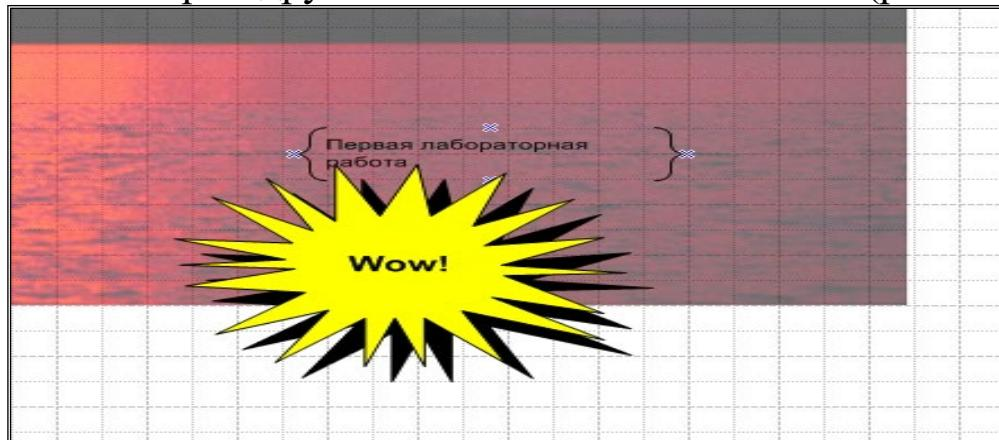

Рис. 58. Добавление шейпов Callouts (Выноски)
14. Добавьте комментарии в документ, используя шейпы **Callouts** (Выноски). На стандартной панели инструментов щелкните на кнопке , выберите пункт **Visio Extras** (Дополнения), далее выберите - **Callouts** (Выноски). Visio откроет трафарет Callouts, содержащий фигуры для аннотаций. Выбрать шейп “**Braces with text**”, перетянуть его в область документа и ввести свой комментарий. Дополнить комментарии другим шейпом “**Shart starburst**” (рис. 58).